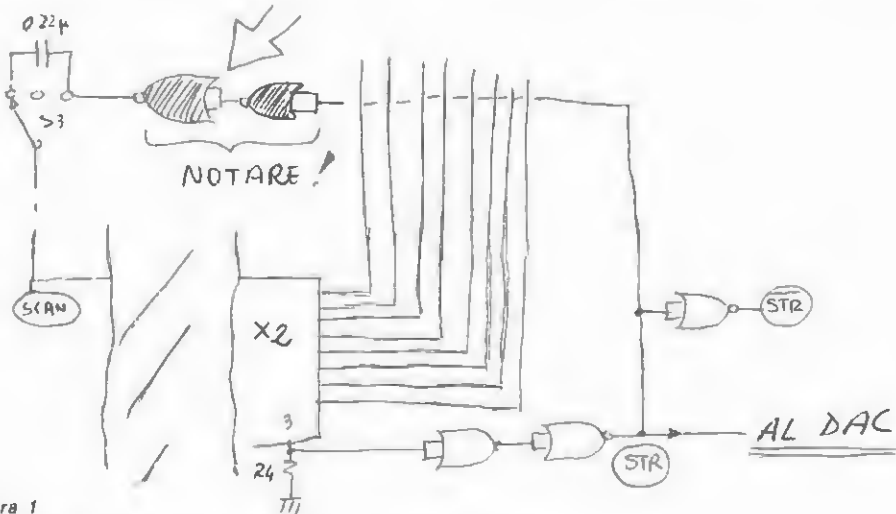

figura 1
d) L'ultimo argomento riguardante il circuito dell'Encoder è relativo a una corretta sequenza temporale. I costruttori, secondo il progetto qui pubblicato (vedi cq, maggio-giugno-luglio-etc.) avranno visto che lo STR era ricavato dallo STR con un inverter nor. E che lo stesso STR era mandato alla linea SCAN (se S_1 era in tal senso posizionato) per fermare il Clock quando un tasto era premuto. Ora attenzione: dovete assolutamente porre due nor (o due inverter C-mos qualunque) dove la figura 1 ve lo indica,